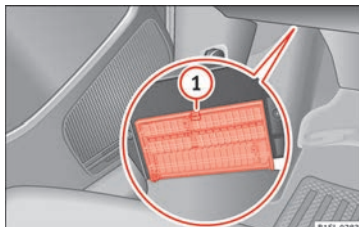

Fig. 143 Debaixo do painel de instrumentos do lado do condutor: tampa da caixa de fusíveis.
- **Abrir:** pressione a alavanca de bloqueio » **Fig. 143** ① até conseguir abrir a cobertura. Reclinar a cobertura para baixo.
- **Fechar:** recline a cobertura para cima, na direção contrária à da seta até ouvir o encaixe na alavanca de bloqueio ①.